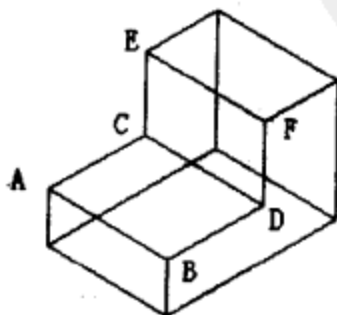

图 7-12 选择棱边
选择第一个对象或[多段线 (P) /半径 (R) /修剪 (T) /多个 (U)]: 选择直线 AB, 如图 7-12 所示。
选择直线 CD, 如图 7-12 所示。
选择直线 EF, 如图 7-12 所示。